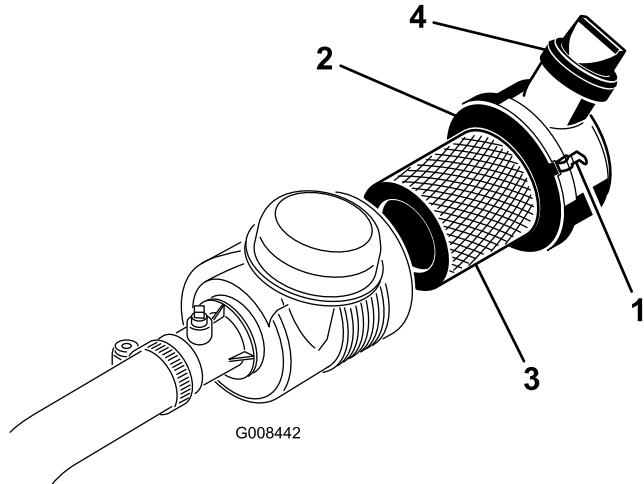

Bild 37
- Lösen Sie die Laschen, mit denen die Abdeckung am Luftfilterkörper befestigt ist (Bild 37).
- Montieren Sie die Abdeckung und befestigen Sie sie mit den Riegeln (Bild 37).